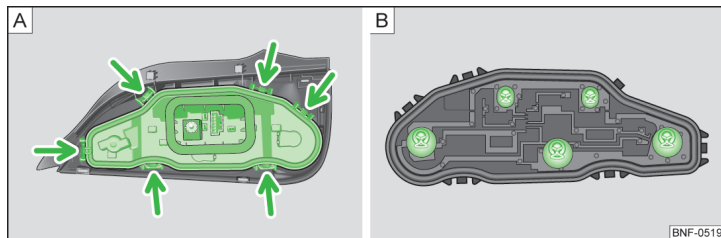

Bild 135 Byta glödlampor
- Lås upp lamphållaren » bild 135 - **A** och ta ut hållaren ur lampan.